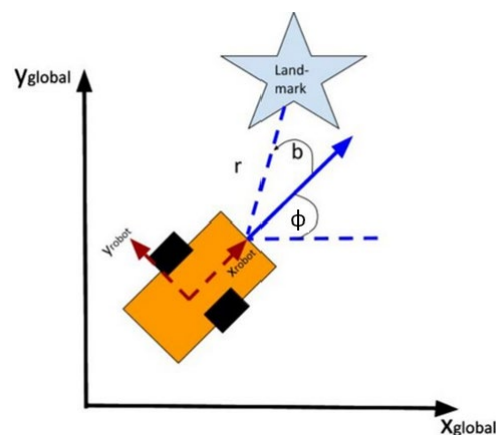

Abbildung 4: Distanz und Peilung.
4. Betrachten Sie Abbildung 4. Das zeitdiskrete Beobachtungsmodell lautet